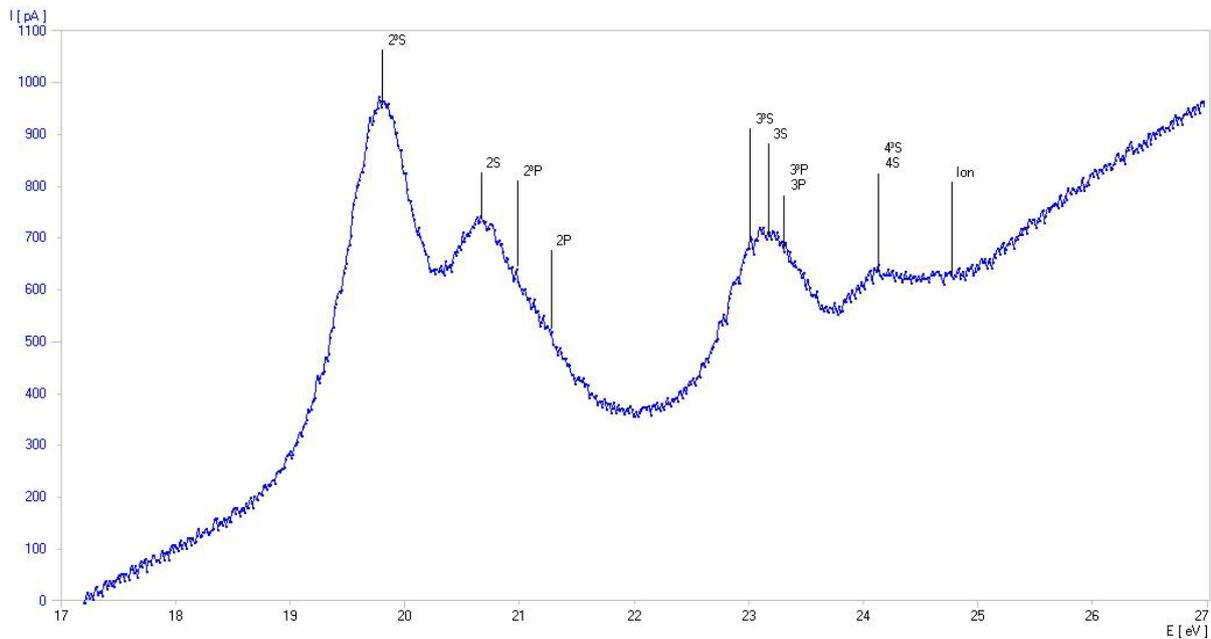

Fig. 3: Determinazione dei potenziali critici dell'atomo di elio (curva di misurazione registrata con 3B NET/log™)
- Creare un diagramma, in cui l'asse X rappresenti la grandezza E e l'asse Y la grandezza I . (Vedere Fig. 3).